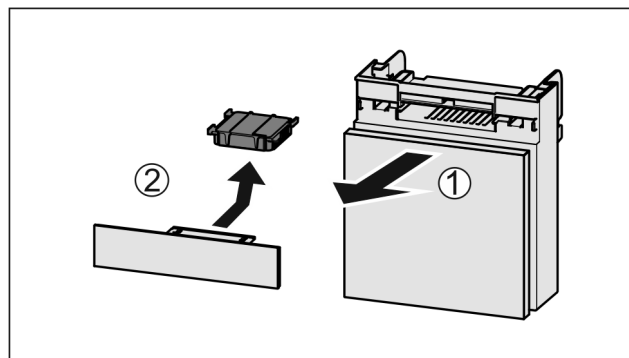

Fig. 107
- ▶ Вытянуть Fig. 107 (1) отделение движением вперед.
- ▶ Извлечение Fig. 107 (2) фильтра с активированным углем.